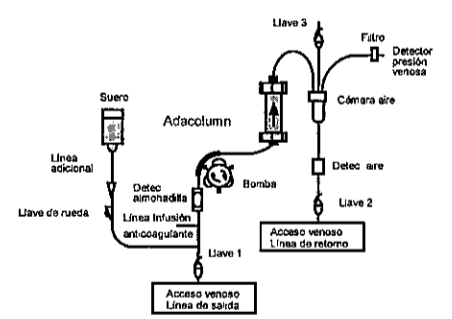

Fig. 3
- 2) Conectar las líneas del circuito de circulación extracorpórea (línea de salida y línea de retorno) a las vías de acceso establecidas anteriormente (Fig. 3), teniendo presente que el retorno venoso al paciente debe establecerse inmediatamente antes de que la sangre alcance el final de la línea de retorno de la columna.